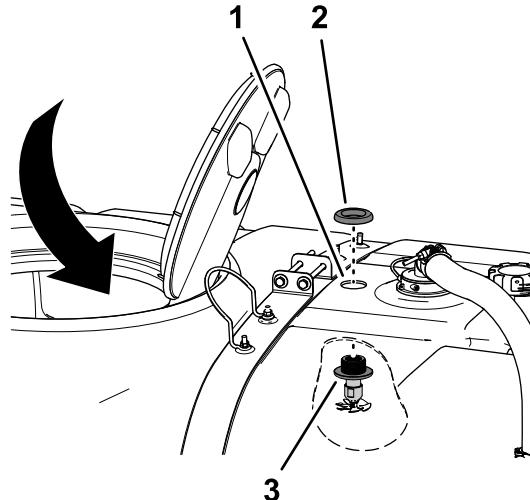

Bild 21
1. Arbeiten Sie durch die 41 cm große Öffnung im Innern des Behälters und fluchten Sie die Düsen nach oben durch das 4,5 cm große Loch aus, das Sie in Bohren des Sprühbehälters \(Seite 9\) gebohrt haben, wie in Bild 21 abgebildet.
2. Legen Sie die Bundmutter aus Kunststoff auf das Gewinde des Schottanschlussstücks oben am Behälter und ziehen Sie die Bundmutter mit der Hand an (Bild 21).